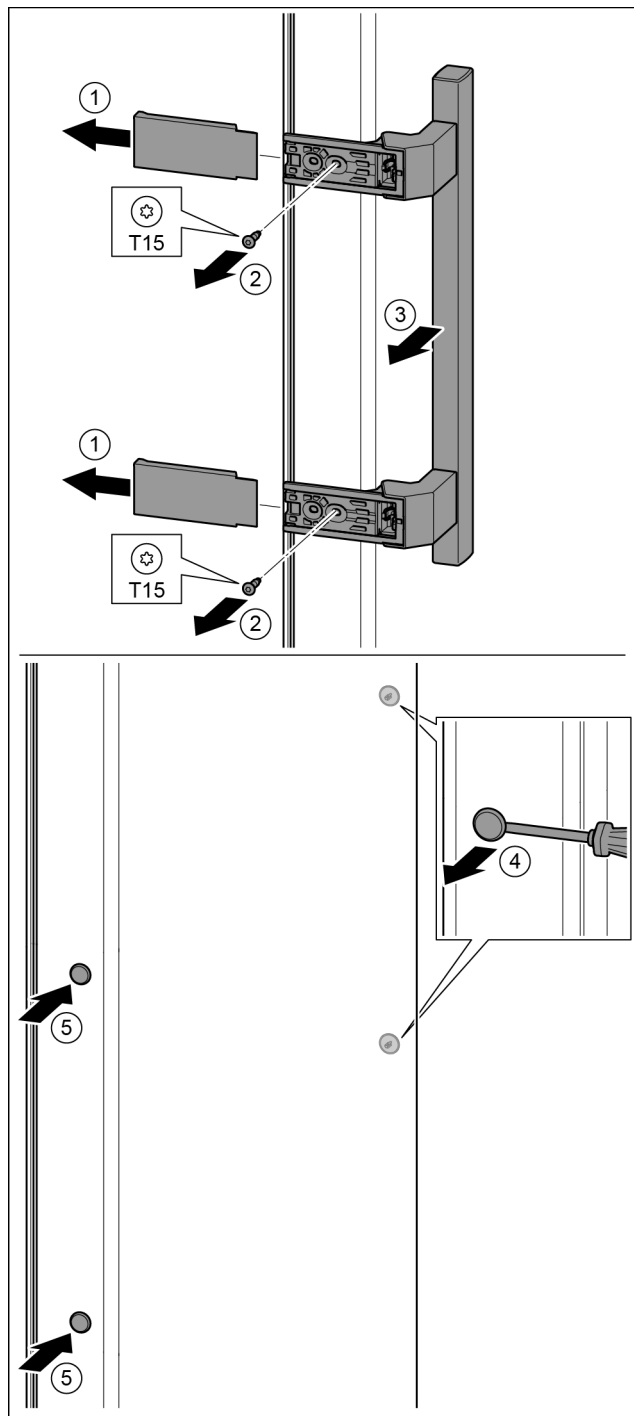

Fig. 33
- ▶ Снять крышку. Fig. 33 (1)
- ▶ Выкрутить винты отверткой T15. Fig. 33 (2)
- ▶ Снять ручку. Fig. 33 (3)
- ▶ Осторожно приподнять шлицевой отверткой боковые заглушки и вынуть их. Fig. 33 (4)
- ▶ Заглушки снова вставить с другой стороны. Fig. 33 (5)